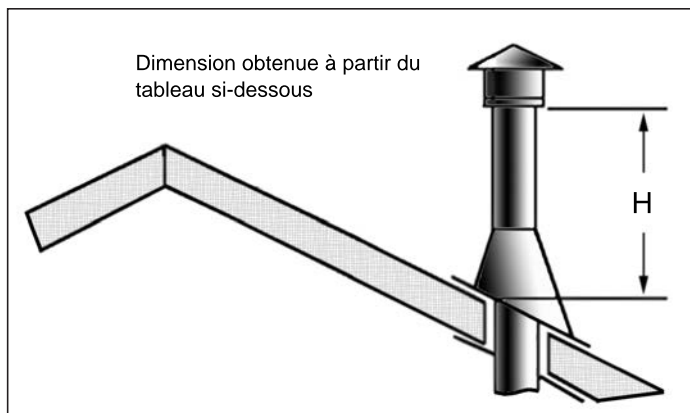

Figure 33: Hauteur de Terminaison Verticale;
- Étape 8.** Continuez à ajouter des sections de tuyaux jusqu'à la hauteur de la coupelle répond aux exigences minimales du code. Reportez-vous à la figure 33 et tableau 7 Notez que plus la pente du toit, la hauteur de l'évent doit être augmentée. Dans des conditions de vent élevées, la proximité d'arbres, lignes de toitures adjacentes, les toits en pente abrupte et d'autres facteurs similaires peuvent entraîner un mauvais projet, ou vers le bas de rédaction. Dans ces cas, l'augmentation de la hauteur d'évent peut résoudre le problème.
Table 7: Minimum 'H' pour Figure 33.